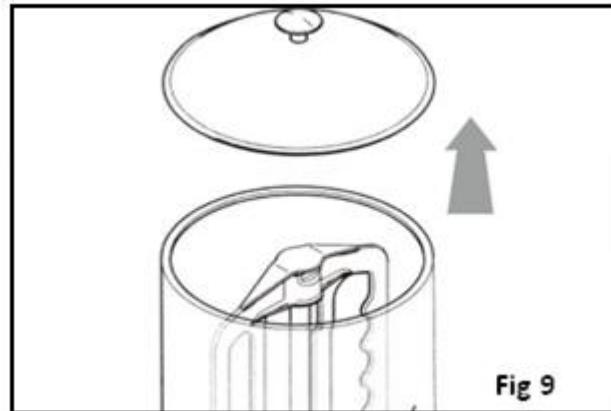

Fig 9
- Retirez le couvercle (Fig. 9).